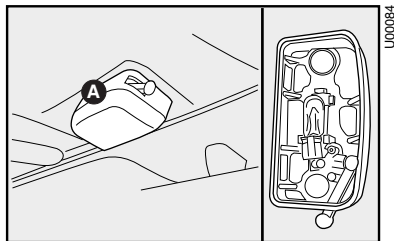

fig. 26
CONSOLA DE TECHO - fig. 26
- utilizando un destornillador en el punto **A-fig. 26**, retire la consola de techo completa que está fijada a presión.